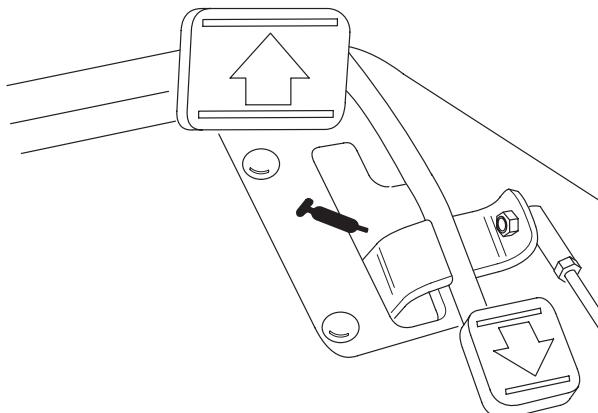

Bild 44
- Fahrpedal-Drehlager (1) (Bild 44)